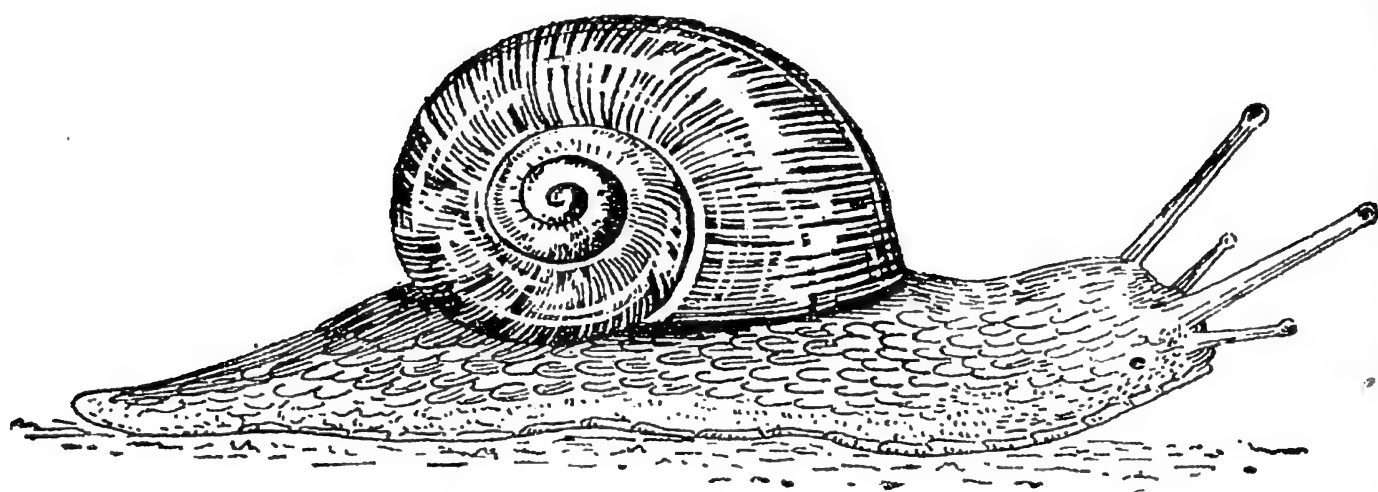

Fig. 3. — Un escargot
**4. Le corps de l'escargot.** — Posons quelques escargots sur une pierre ou sur une lame de verre. Bientôt, nous les voyons sortir leur corps de la coquille et s'étendre complètement (fig. 3). Ils